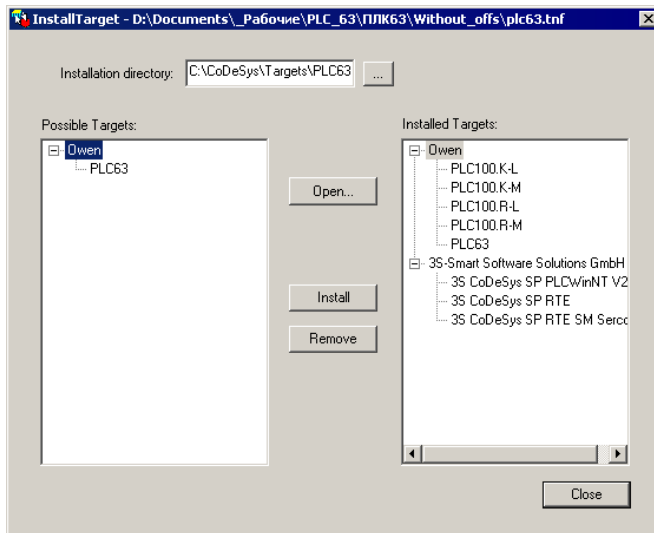

Рисунок 4.1 – Окно «Installtarget» утилиты Installtarget
2. В открывшемся окне (см. рисунок 4.1) следует нажать кнопку «Open» и указать путь доступа к инсталлируемому target-файлу. target-файлы имеют расширение *.tnf (target Information File). target-файлы контроллеров ПЛК63 находятся на компакт-диске, поставляемом с контроллером.
3. После открытия требуемого файла в области «Possible targets» в левой части окна (рисунок 4.1) отобразится папка «Owen».